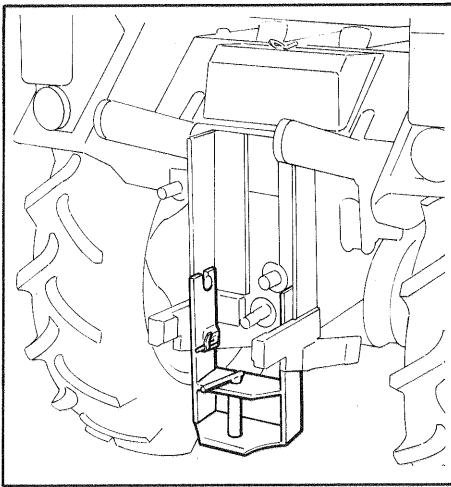

Fig. 12 - Bild 12
- b) **Per i rimorchi ad un solo asse** è consigliabile collegare il timone in una posizione bassa. Il pianale deve essere orizzontale ed il carico distribuito uniformemente (vedere la fig. 12).
- b) **For single-axle trailer:** it is recommended the drawbar be connected in low position. The platform should be in the horizontal plane and the load evenly distributed (see fig. 12).
- b) **Pour les remorques à un essieu**, il est sage de raccorder le timon en position basse. Le plateau sera horizontal et la charge à distribution uniforme (voir fig. 12).
- b) **Für Einachsanhänger** wird empfohlen die Zugdeichsel in niedriger Stellung anzuschliessen. Die Pritsche muss horizontal und die Last gleichmäßig verteilt sein (siehe Bild 12).